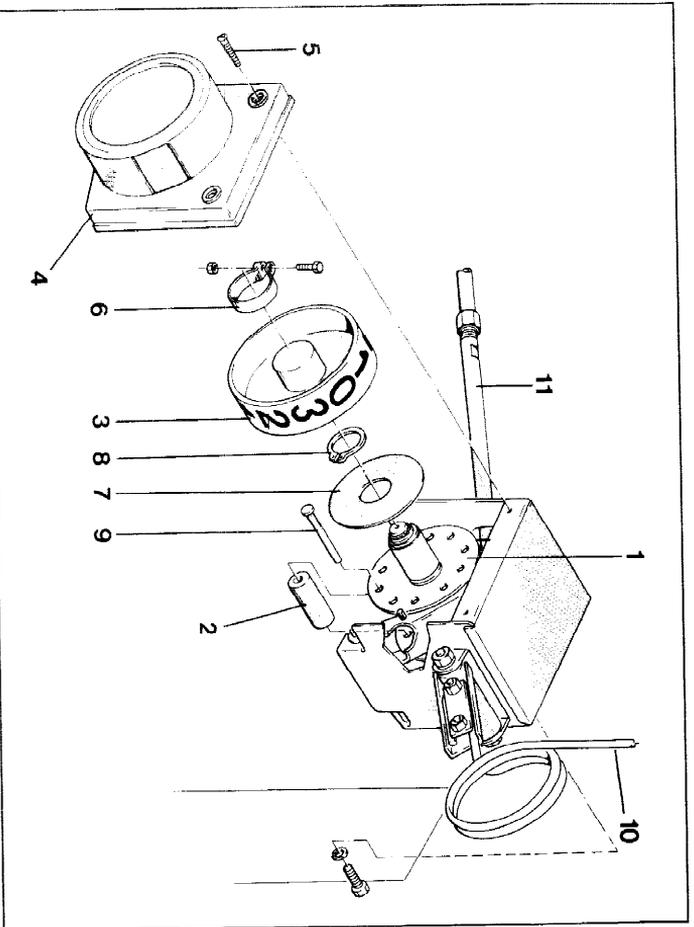

Fig. 93
Il suffit uniquement de modifier la position des galets de manoeuvre (fig. 93/2) et/ou de les compléter. Cette opération peut aussi se réaliser lorsque le boîtier programmeur est fixé sur le semoir. Procéder comme suit :
- Retirer le capot de protection (fig. 93/4) après avoir desserré les 2 vis à tôle (fig. 93/5).
Desserrer le collier (fig. 93/6) et le retirer avec la roue indicatrice de sélection de jalonnage.
- Retirer la rondelle d'arrêt (fig. 93/7) après avoir enlevé le circlips 24x1,2 (fig. 93/8).
- Les galets de manoeuvre (fig. 93/2) à rotation libre peuvent être déplacés en suivant les schémas de la fig. 94. Pour cela, retirer les axes (fig. 93/9).
- Remettre en place la rondelle d'arrêt (fig. 93/7) et le circlips (fig. 93/8).
- Coller sur la roue indicatrice de sélection de jalonnage (fig. 93/3) le nouvel autocollant chiffré (fig. 94) et la fixer à la roue programmatrice de jalonnage au moyen du collier de serrage (fig. 93/6).
- Actionner plusieurs fois de manière répétée le boîtier programmeur à l'aide du levier de commande (fig. 93/10) jusqu'à ce que le tube de traction (fig. 93/11) soit tiré et maintenu par un galet de manoeuvre (fig. 93/2). Présenter le capot de protection (fig. 93/4) contre le boîtier programmeur et tourner en même temps la roue indicatrice de sélection de jalonnage (fig. 93/3) jusqu'à ce que le chiffre "0" s'affiche dans la lucarne du capot de protection.
- Serrer fortement en position la roue indicatrice de sélection de jalonnage (fig. 93/3) au moyen du collier de serrage (fig. 93/6) et remettre en place le capot de protection (fig. 93/4).
- Faire fonctionner le boîtier programmeur en actionnant le levier de commande (fig. 93/10) jusqu'à ce que la roue indicatrice de sélection de jalonnage (fig. 93/3) ait effectué au moins trois révolutions complètes et vérifier en même temps le fonctionnement correct du boîtier programmeur, c'est-à-dire que le tube de traction (fig. 93/11) soit tiré chaque fois que le chiffre "0" s'affiche.